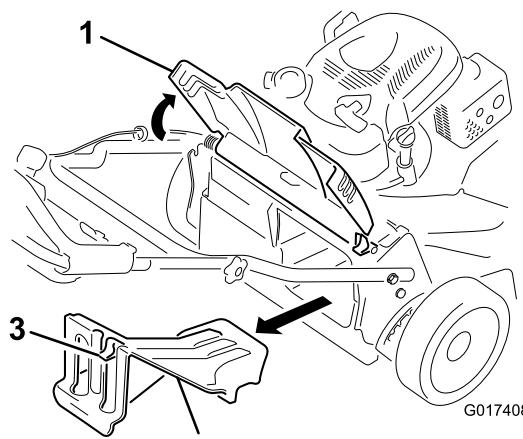

Figura 25
1. Sollevare il deflettore posteriore e tenetelo sollevato (Figura 25).
2. Rimuovete il coperchio di scarico posteriore abbassando il fermo con il pollice ed estraendo il coperchio dalla macchina (Figura 25).